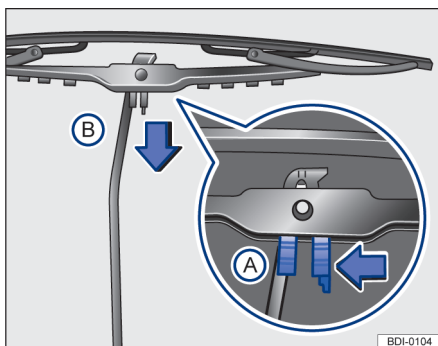

图 142 更换风窗刮水器刮水片
- 翻转刮水器臂，使其离开玻璃。并使挂水片垂直于刮水器臂 ⇒ 图 142。
- 沿箭头方向压下安全弹簧 (A)。
- 挂水片沿箭头方向 (B) ⇒ 图 142 脱开，接下来沿相反方向从臂上取下。